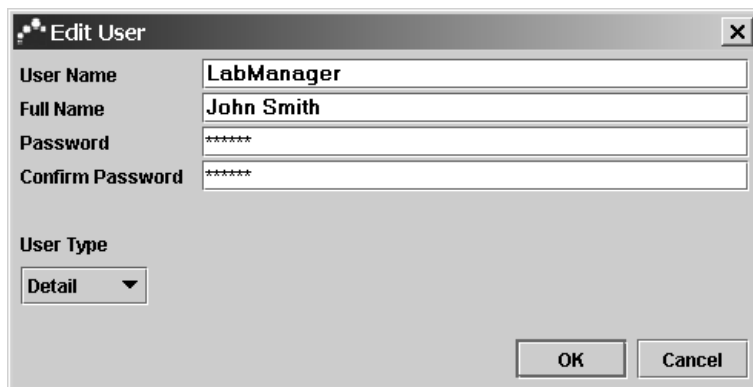

Рис. 2-13. Диалоговое окно Edit User (Изменить пользователя).
2. Щелкните **Edit** (Изменить). Появится диалоговое окно Edit User (Изменить пользователя) (Рис. 2-13).